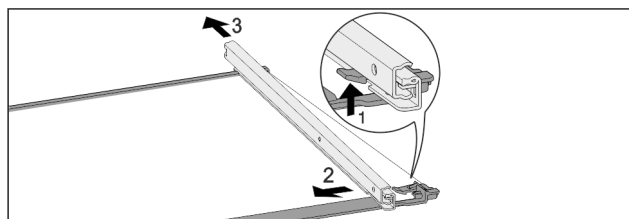

Fig. 84 Sklenená doska s koľajničkami
- ▶ Potlačte predný západkový hák nahor. Fig. 84 (1)
- ▶ Odsuňte vyťahovaciu koľajničku do strany Fig. 84 (2) a dozadu Fig. 84 (3).